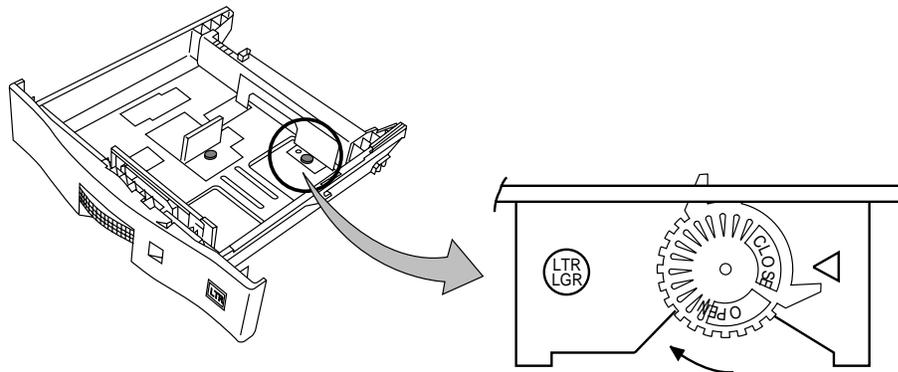

Figure 3-6 Dispositif de verrouillage
2. Tournez le dispositif de verrouillage bleu de chaque guide papier dans le sens contraire des aiguilles d'une montre en position OUVERT (Figure 3-6).